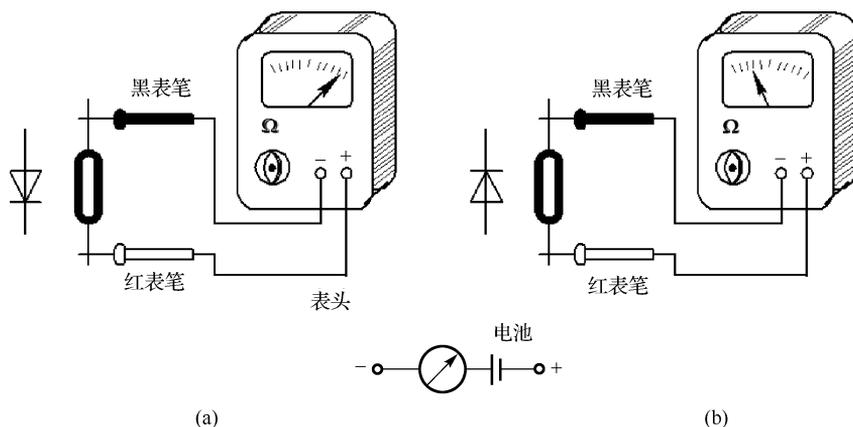

图 1-9 指针式万用表测量二极管示意图
(1) 从外观上识别：二极管的正负极一般可以从外形上识别出来，有的二极管直接标注了二极管的图形符号（箭头指向的一端为负极）；有的二极管用色环或色点来标注（有色环或色点一边为负极）；发光二极管、光电二极管可根据引脚长短判断正负极（长正短负）。
(2) 用万用表判断：二极管正向电阻小，反向电阻大。将万用表拨到电阻挡（一般用 $R \times 100$ 或 $R \times 1k$ 挡，因为 $R \times 1$ 挡电流太大， $R \times 10k$ 挡电压太高，易损坏管子），用表笔分别与二极管的两极相接，测出两个阻值。在所测得阻值较小的一次，与黑表笔相接一端为二极管的正极；同理，在所测得较大阻值的一次，与黑表笔相接的一端为二极管的负极。指针式万用表测量二极管示意图如图 1-9 所示。